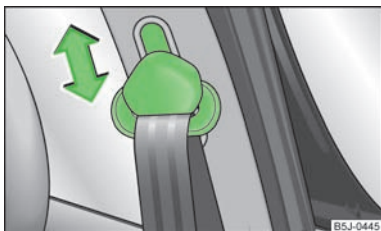

Fig. 95
- Presionar el herraje de inversión y desplazar en el sentido deseado, hacia arriba o hacia abajo » fig. 95.